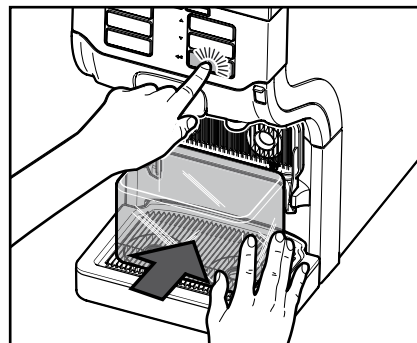

図47
5. 両方の飲み物抽出部の下に液受け容器を置き、エンターキー ◀ を押してください。 (図47)